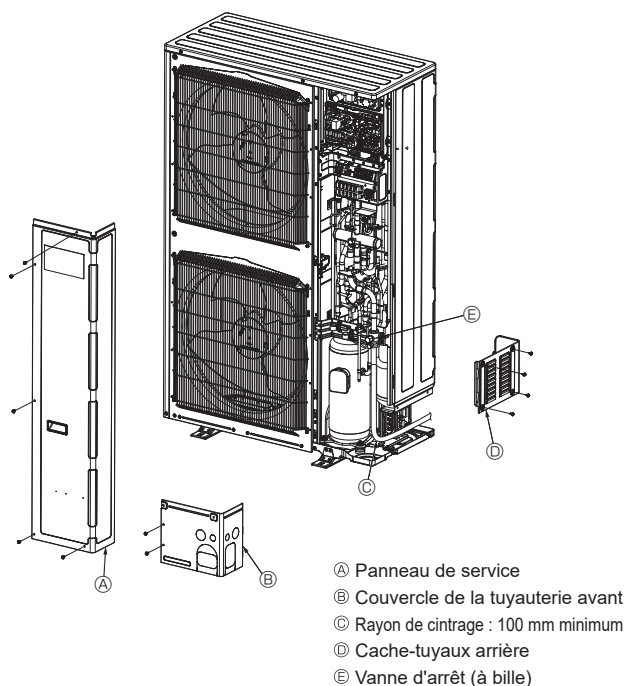

Fig. 4-10
4.4. Mise en place des tuyaux de réfrigérant (Fig. 4-10)